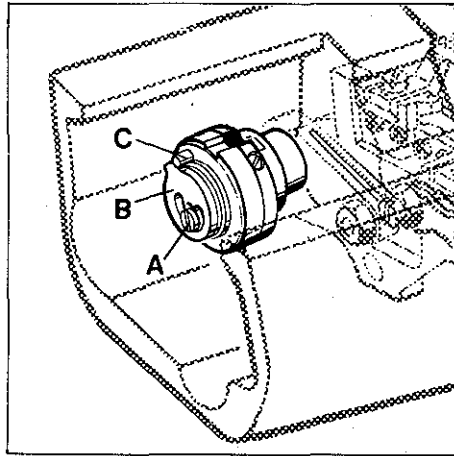

Fig.75
Loosen screw (A, Fig. 75). Adjust the largest possible stitch length, the main feed dog should have equal clearance on all sides of the throat plate slots. Then turn the stop (B) against roll pin (C). Retighten screw (A).
Lösen Sie die Schraube (A, Fig. 75). Stellen Sie die größtmögliche Stichlänge ein, der Haupttransporteur muß an allen Seiten der Stichplattenschlitze einen gleichmäßigen Abstand haben. Drehen Sie dann den Anschlag (B) gegen die Spannhülse (C). Ziehen Sie die Schraube (A) wieder an.